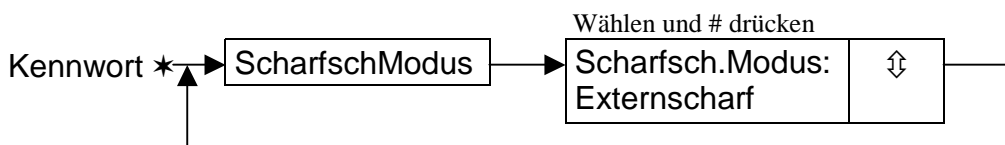

Abbildung 12
- ◆ Das Ändern eines "getroffenen" Kennworts bedarf eines komplizierten Verfahrens – Kennwort ändern mit Bestätigung – Abbildung 12.